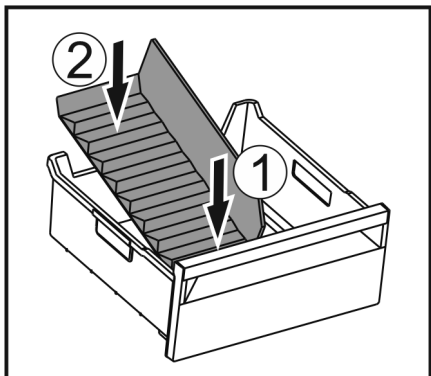

Fig. 147
- ▶ Поставете предната част на разделителя на отделението за лед. Fig. 147 (1)
- ▶ Спуснете задната част на разделителя на отделението за лед до дъното на чекмеджето. Fig. 147 (2)